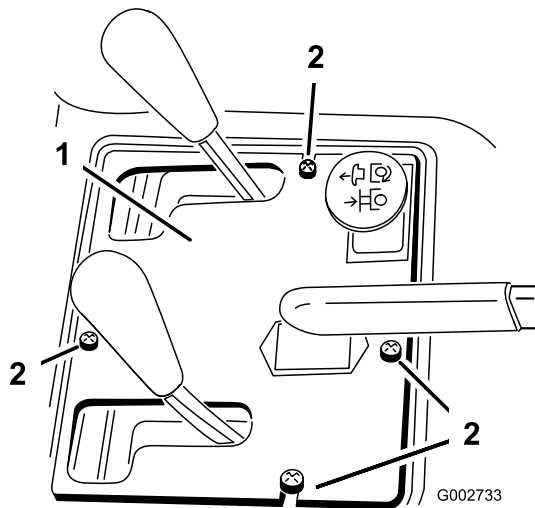

Рисунок 36
2. Снимите 4 винта крепления панели управления к раме (Рисунок 36).